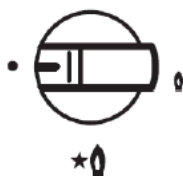

Fig. 8
- Per accendere alla piastra premi l'apposita manopola di controllo e ruotala in senso antiorario fino al simbolo della fiamma grande (Fig. 8).